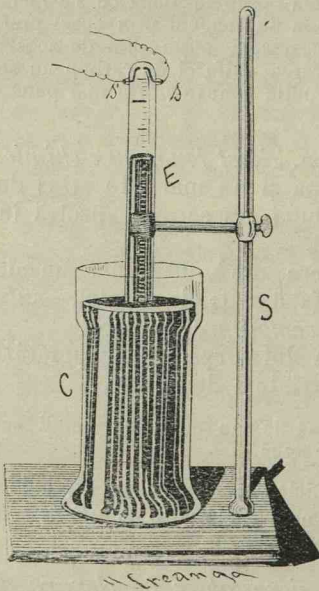

Fig. 20. Sinteza apei cu eudiometru.
**Experiență.** Un eudiometru este un tub de sticlă cu pereții groși, închis la un capăt și împărțit în centimetri cubici de sus în jos, fig. 20. La capătul închis pătrund două sârme de platin s și s'. Aceste sârme pot fi puse în legătură cu o bobină mică Ruhmkorff. Când bobina funcționează, se produc scântei electrice în interiorul tubului între sârmele s, s'. Uplem eudiometru E cu mercur, îl astupăm bine cu degetul cel gros și-l vârăm cu gura în jos în